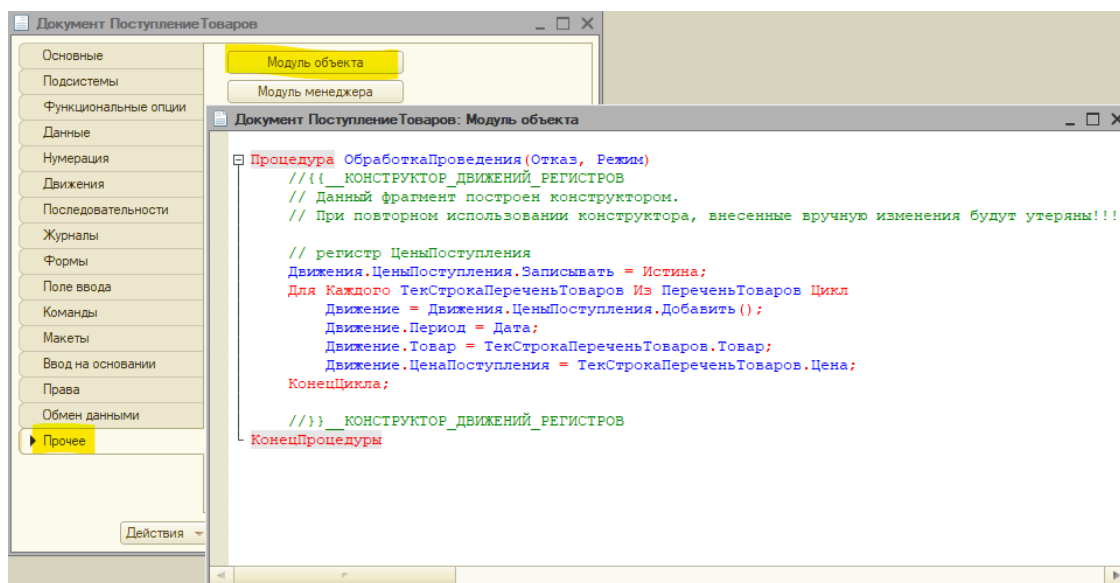

Рис. 3.19. Модуль объекта документа «Поступление товаров»
5. Далее нажимаем на кнопку «ОК» и автоматически переходим в «Модуль объекта» документа. Система автоматически формирует движения по регистру. В дальнейшем модуль объекта можно открыть на вкладке «Прочие» при выборе соответствующей кнопки (рис. 3.19).